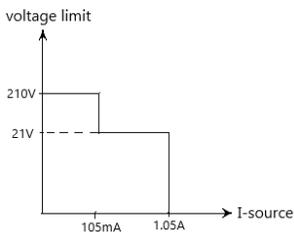

図 1
**I ソースの動作リミット**：下の図1は1象限の動作リミットです。他の象限の動作も同様になります。